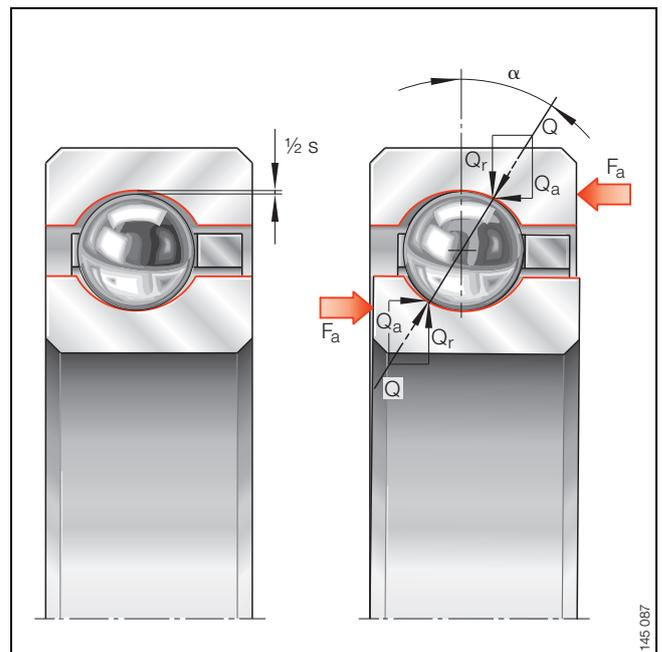
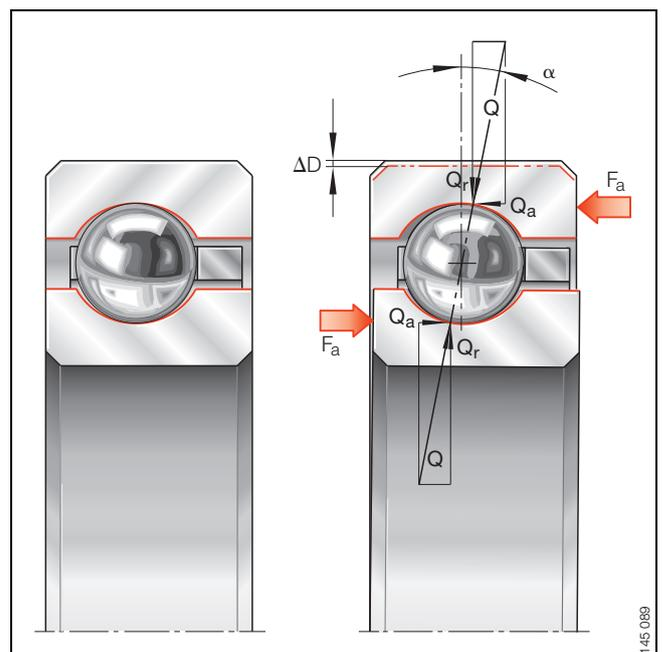

Bild 1 · Rillenkugellager, axial belastet, mit radialer Lagerluft s
Bild 2 · Rillenkugellager, axial belastet, radial spielfrei oder vorgespannt
- dürfen nicht axial belastet werden, wie z. B. durch die Verschiebekräfte eines Loslagers, weil das Lager unzulässig beansprucht wird (Bild 2):
### Legende zu Bild 1 und Bild 2